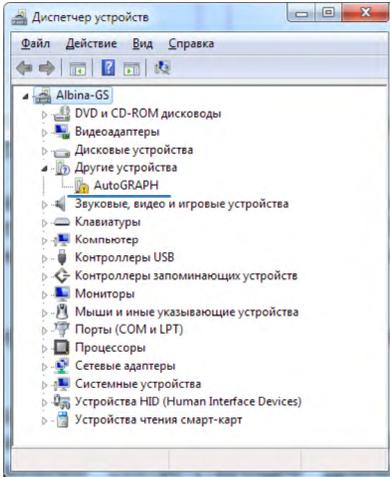

Рис.1.
3. В Диспетчере устройств вызовите «Мастер обновления драйверов» для нового устройства «AutoGRAPH» (Рис.1).